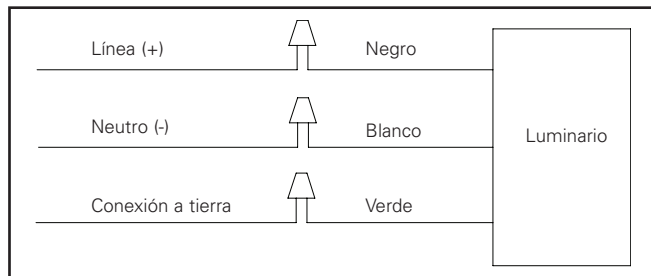

Figura 5.
- Conecte el luminario a los cables de suministro (Figura 5):